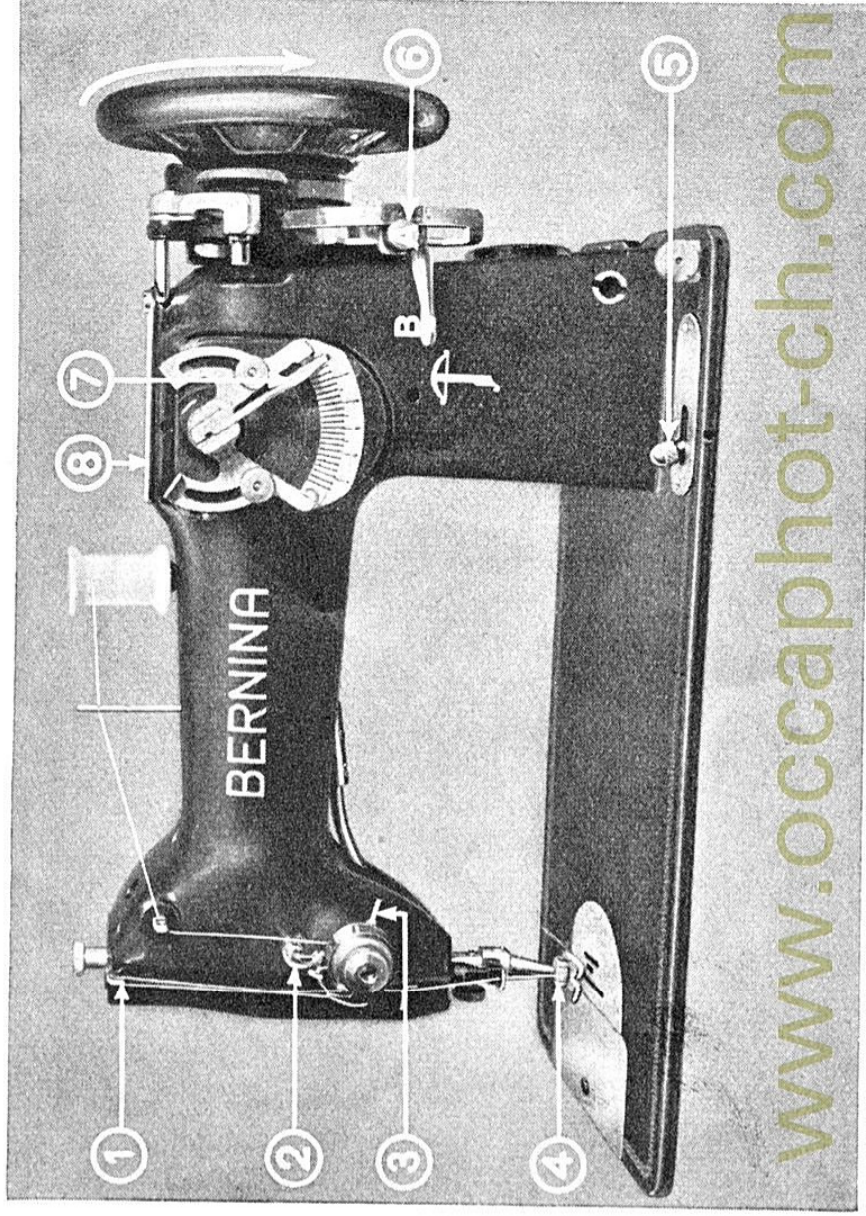

Abb. 10
Der Nadelfaden (Oberfaden) wird **lose** in der linken Hand gehalten, während mit der rechten Hand das Handrad um eine Umdrehung gedreht wird, bis der Fadengeber E (Abb. 7, Seite 11) wieder auf höchster Stelle steht! Drehrichtung gegen sich (Abb. 10, Seite 14). Der Nadelfaden wird nun **leicht** angezogen, worauf der Unterfaden hochkommt. (Siehe untenstehende Abbildung.) Ober- und Unterfaden werden nun leicht gespannt nach rückwärts unter den Nähfuß gelegt.
**Das Vor- und Rückwärtsnähen und das Einstellen verschiedener Stichlängen.** Das Vor- und Rückwärtsnähen hat den Zweck, gewisse Partien bequem verstärken und verstäfen zu können. Je nach der Stellung des Hebels B (Abb. 10, Seite 14, Ziffer 6) näht die Maschine vor- oder rückwärts und macht zudem lange oder kurze Stiche. Drückt man den Hebel B unter 0 nach **unten**, so näht die Maschine **vorwärts**, — drückt man denselben nach **oben** über 0, so näht die Maschine **rückwärts**. Je mehr der Hebel vom Punkte 0 aus nach unten oder oben gestellt wird, je **länger** wird der Vor-, resp. Rückwärtsstich.
**Damit der Vor- und Rückwärtsstich beim Verstäfen gleich lang** wird, ist eine Anschlagsschraube A (siehe Abbildung 10, Seite 14) vorgesehen, durch welche die Auf- und Ab-Bewegung des Hebels B durch Rechtsdrehen begrenzt wird. Dreht man die Schraube A nach links, so wird die Verschiebbarkeit des Hebels B vergrößert.
1. Man bediene sich des Vor- und Rückwärtsstichstellers (Abb. 10, Ziffer 6, Seite 14, Hebel B).
2. Durch Umstellen des Hebels (Abb. 10, Ziffer 5, Seite 14) **nach rechts** auf Sticken! Man macht so 3—5 Stiche ohne dass der Stoff transportiert wird und stelle dann sofort diesen Hebel **während des Tretens** wieder nach links, also auf Nähen zurück.